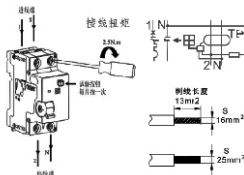

图4 接线方式
5.3 适用于铜导线连接，导线选择见表2，接线方式及剥线长度示意图如下图4